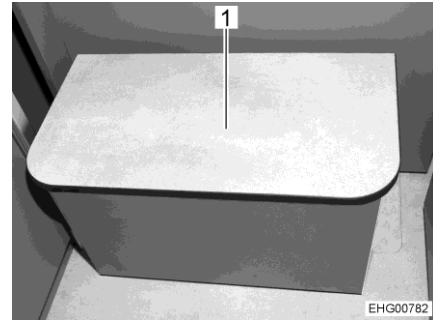

Bild 67 Aufstiegshilfe
- Aufstiegsstritt (Bild 67,1) anheben und einklappen.